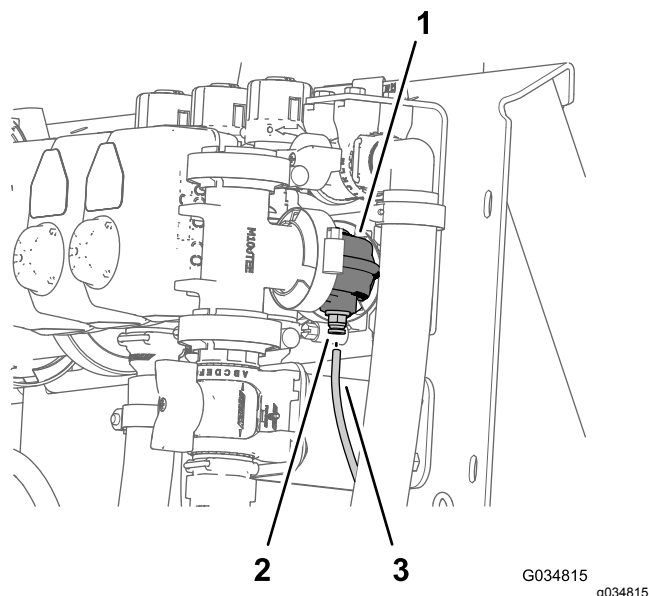
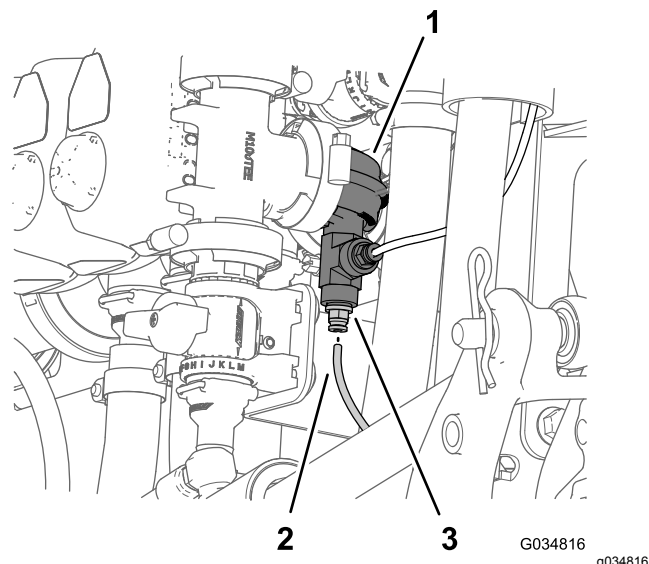

図 12
図 13
1. 右側ブーム用バルブの90°エルボにあるチューブカップラ用のカラーを押し込む 図 12または図 13。
2. チューブカップラから、ダッシュボード用水圧計の水圧検知チューブを抜き出す 図 12または図 13。